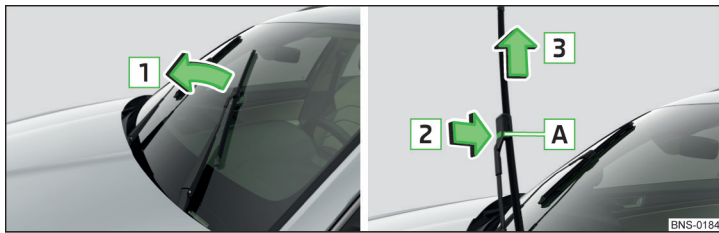

Fig. 362 Changer le balai d'essuie-glace du pare-brise avant
- › Relever le bras d'essuie-glace du pare-brise dans le sens de la flèche **1** » fig. 362.